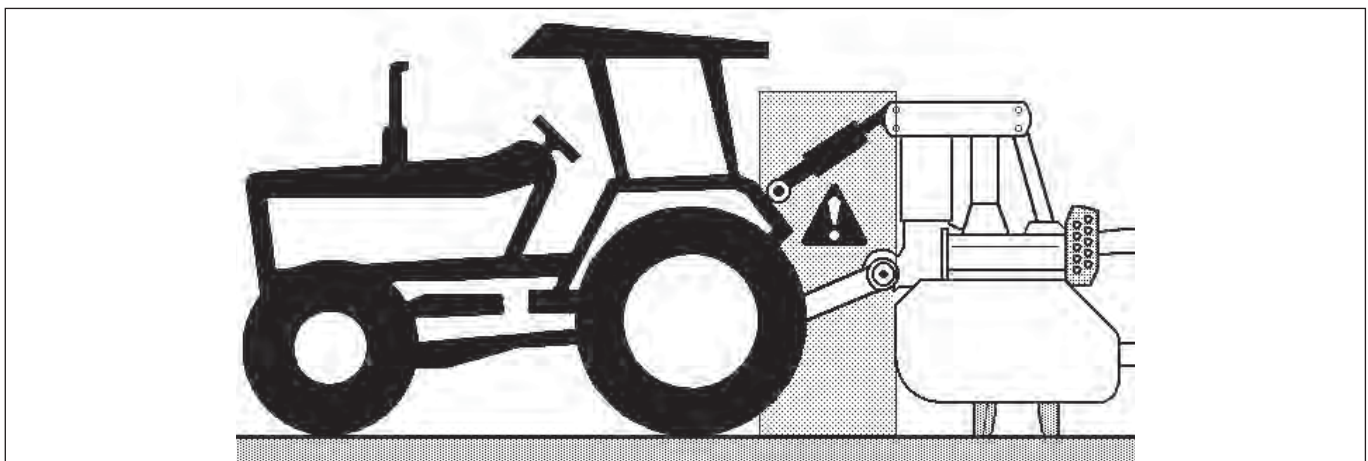

Fig. 3
- **È assolutamente vietato interporre nella zona tra il trattore e la macchina per azionare i comandi esterni del sollevatore idraulico (Fig. 3).**
- ***Il est absolument interdit de se mettre dans la zone entre le tracteur et la machine pour actionner les commandes extérieures du relevage hydraulique (Fig. 3).***
- **Es ist absolut verboten, sich in den Bereich zwischen Traktor und Gerät zu begeben, um die Hecktasten zur Betätigung des Krafthebers (Abb. 3) zu benutzen.**
- It is absolutely forbidden to access the zone between the tractor and the machine when operating the external controls of the hydraulic power lift (Fig. 3).
- Está terminantemente prohibido ubicarse en la zona entre el tractor y la máquina para accionar los mandos externos del elevador hidráulico (Fig. 3).